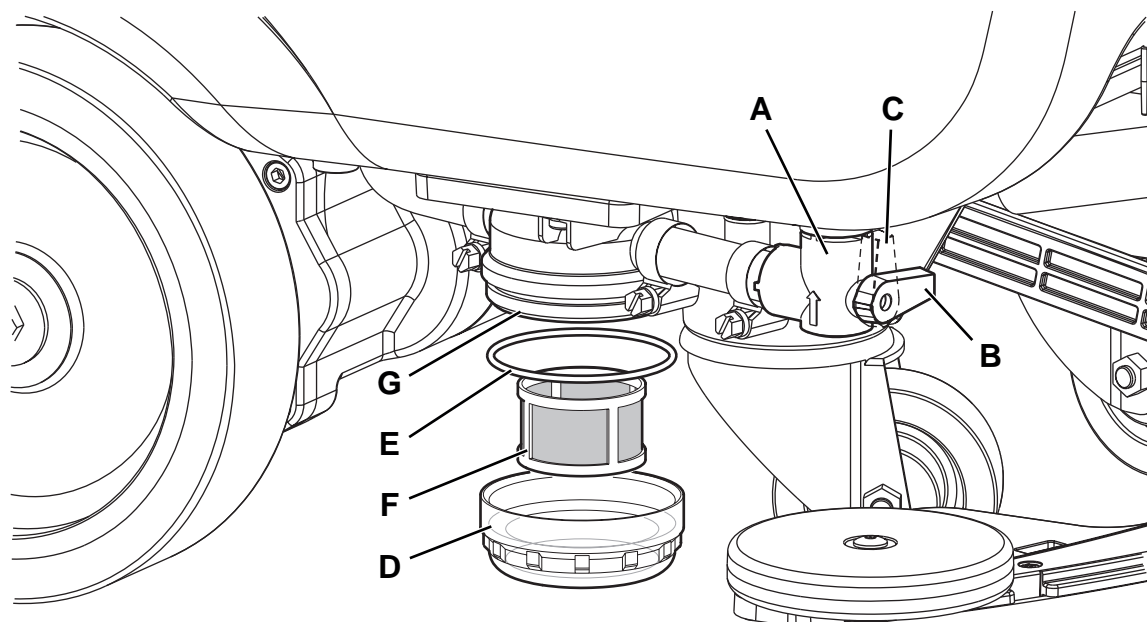

Рис. 13
2. Убедитесь, что машина отключена и ключ оператора (41) извлечен.
3. Закройте клапан бака раствора моющего средства (А, Рис. 13). Кран закрыт, когда находится в положении (В), и открыт, когда находится в положении (С).
4. Снимите прозрачную крышку (D) и уплотнитель (E), затем снимите сетку (F) фильтра. Промойте их, а затем осторожно установите на основание фильтра (G).